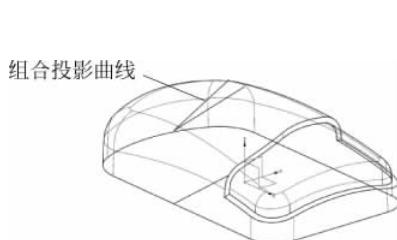
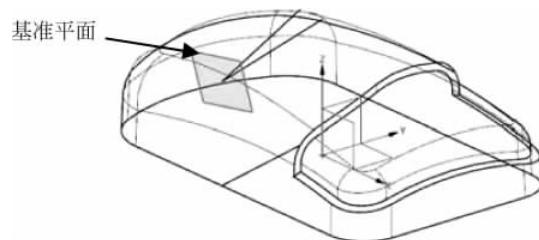

图 3-52 组合投影曲线
图 3-53 创建基准平面
(48) 在主菜单中选取“插入|派生曲线|组合投影”命令,选取刚才创建的第一条曲线为“曲线 1”,第二条曲线为“曲线 2”,单击“确定”按钮,创建组合投影曲线,如图 3-52 所示。
(49) 在主菜单中选取“插入|基准/点|基准平面”命令,在【基准平面】对话框中“类型”选“点和方向”,“指定点”选“端点”按钮,选取组合投影曲线的端点,“指定矢量”选“曲线上的矢量”按钮.
(50) 选取刚才创建的组合投影曲线,创建一个基准平面,如图 3-53 所示。